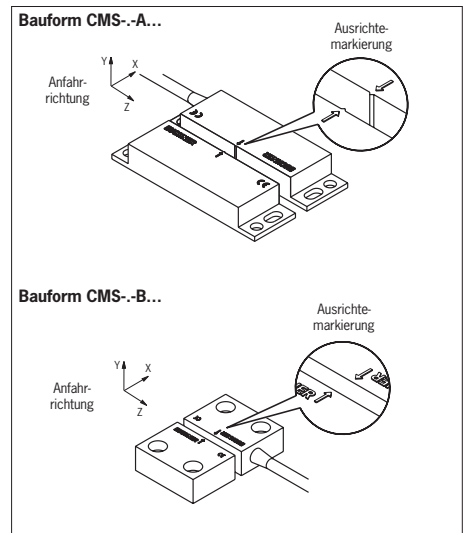

Bild 1: Ausrichtung Lesekopf und Betätiger
Die Einbaulage von Lesekopf und Betätiger ist beliebig. Ausrichtung von Lesekopf zu Betätiger beachten (siehe Bild 1).
- ▶ Die aktiven Flächen von Lesekopf und Betätiger bei geschlossener Schutzeinrichtung deckungsgleich gegenüber liegen (siehe Bild 1)
- ▶ Bei geringer Anfahrtschwindigkeit zwischen Lesekopf und Betätiger sollte die Anfahrtrichtung Z (siehe Bild 1) vermieden werden.